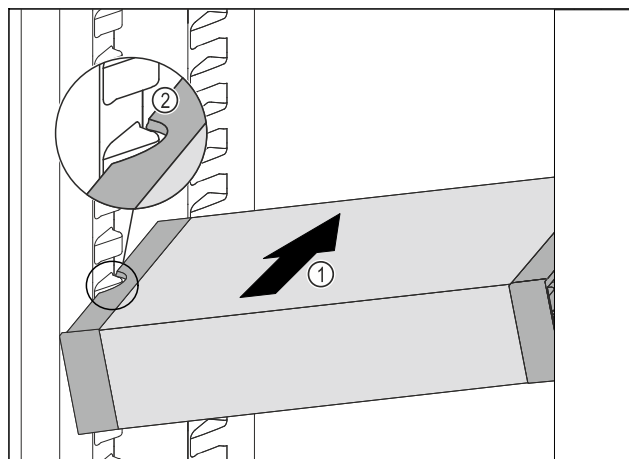

Fig. 54
- ▶ Sæt VarioSafe på skrå ind i kølesektionen, Fig. 54 (1) indtil udsparingerne i siden Fig. 54 (2) på VarioSafe er på niveau med beholderribben i kølesektionen.